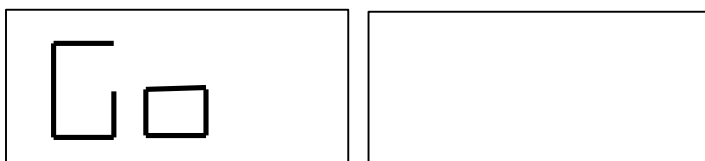

Fig. F5.5 Mensaje "Run the launch" (ejecutar lanzamiento)
4. Press [P4] . Serán visualizados los mensajes mostrados en la figura F5.5;